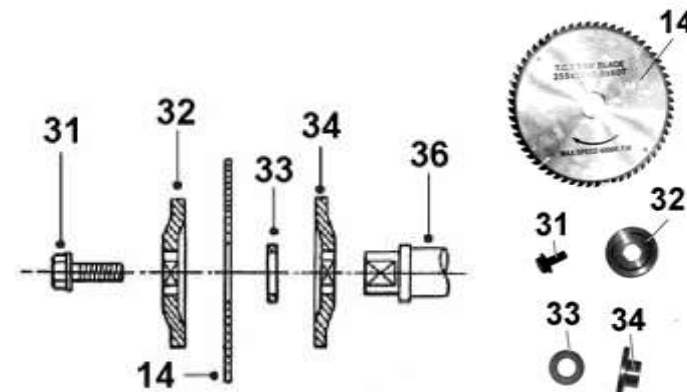

Рис. 7
8.3. Установка пильного диска (Рис. 7- 9)